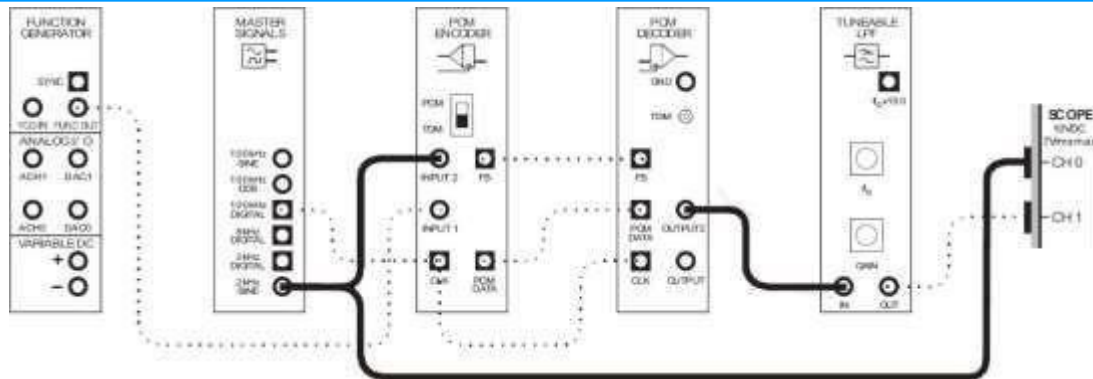

Figura 6.2
5. Conectar una onda senoidal de 2KHz desde el Módulo MASTER SIGNALS a la entrada INPUT2 del PCM ENCODER, Conectar la salida 2 (OUTPUT2) del a la entrada del filtro Ajustable LPF (Figura 6.2).